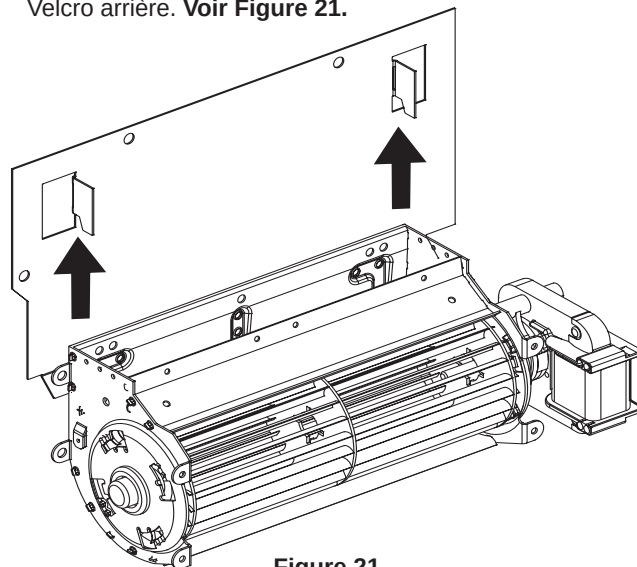

Figure 21
5. La plaque pour la soufflerie se trouve sur le côté gauche du foyer. Accrocher la soufflerie sur les languettes de montage prévues à cet effet. Presser l'ensemble sur la plaque de montage pour le maintenir en place à l'aide de sa bande Velcro arrière. Voir Figure 21.